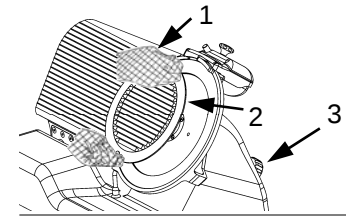
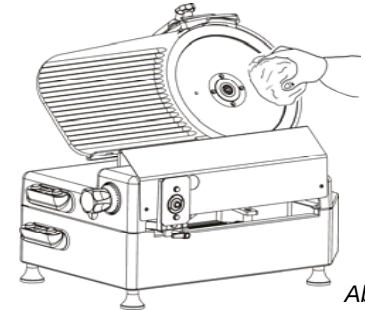

Abb.53
Abb.54
ACHTUNG: Zur Reinigung des Schneideblatts, Metallhandschuhe (1) und ein feuchtes Tuch benutzen (Abb. 53)
Den Zugbolzen-Drehgriff abschrauben und die Schneideblattabdeckung(2) abnehmen (Abb. 53). Das Schneideblatt kann nun gereinigt werden (Abb.54)
1. die Abdeckung abnehmen (Abb.53);
4. Die Maske (b) auf das Schneideblatt setzen und mit dem Ring paaren (Abb. 53 Detail c);